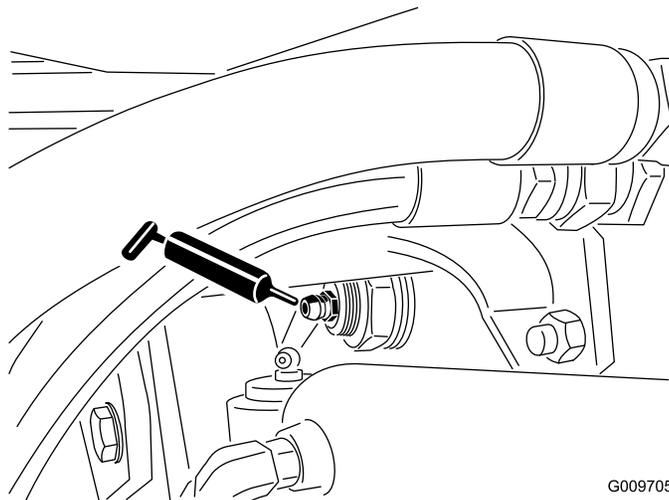

Figura 44
- Casquilhos da articulação do eixo traseiro (2), como se mostra na Figura 44